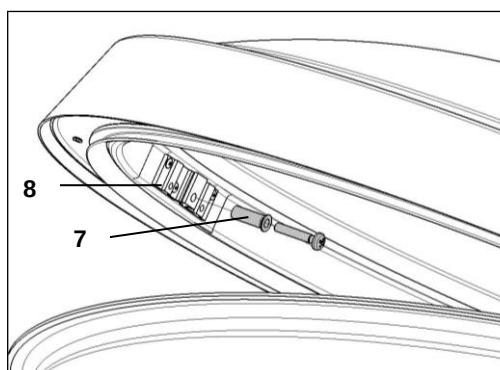

Bild 9: Montage Verriegelungsbolzen
Den Verriegelungsbolzen mit Distanzbuchse (7) in die Anschlagplatte der Lichtkuppel (8) schrauben (**Bild 9**) (bei der tandem-Variante 2x).